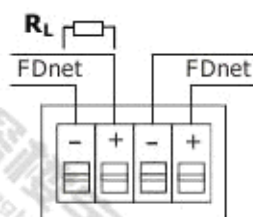

图 4
2. 按图 4 将电线接到手报端子上。
3. 在最末端的手报上接终端电阻 RL(取决于控制器) (见图 4)。